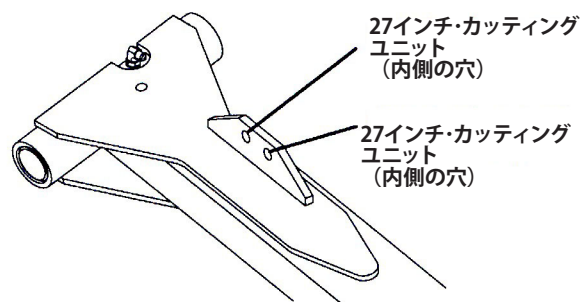

図8
8. クレビスピンとコッターピンを使って、昇降チェーンの他方の端部を昇降アーム取り付けタブの穴に固定する。図8に示すように、適当な穴を使用する。